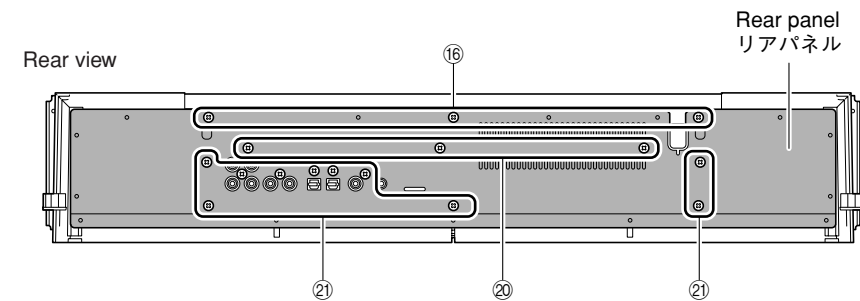

Fig. 5
- b. Remove 3 screws (16). (Fig. 5)
- b. ⑯のネジ3本を外します。(Fig. 5)
- c. Remove 3 screws (20). (Fig. 5)
- e. Remove 10 screws (21) and then remove the rear panel. (Fig. 5)
- c. ⑳のネジ3本を外します。(Fig.5)
- e. ㉑のネジ10本を外し、リアパネルを取り外します。(Fig. 5)